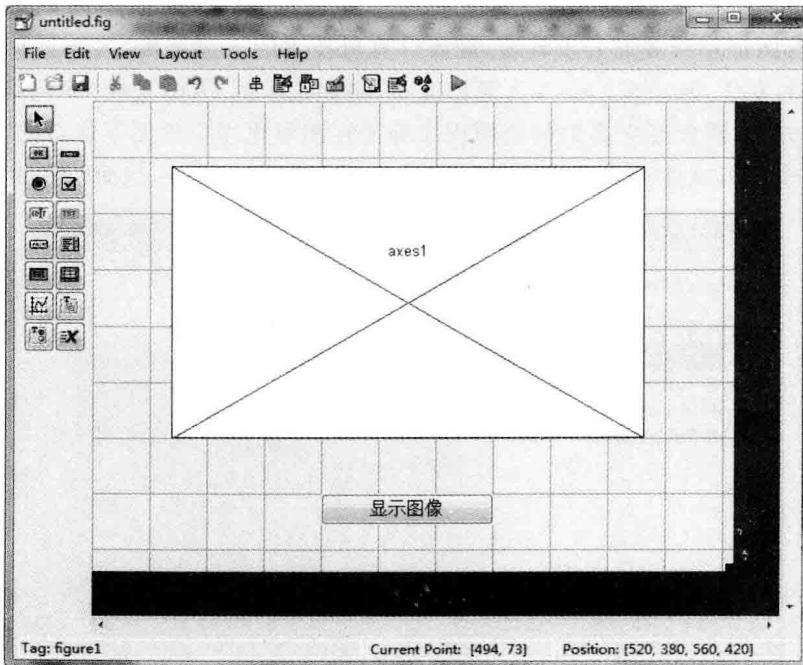

图 15.7-3 拖动控件的实例
③ 窗口的左边有许多控件, 类似 VB, 可以将控件拖到窗口中。比如做一个按钮控制图片显示的界面, 拖曳 axes 及 pushbutton 控件到界面中, 使布局如图 15.7-3 所示。